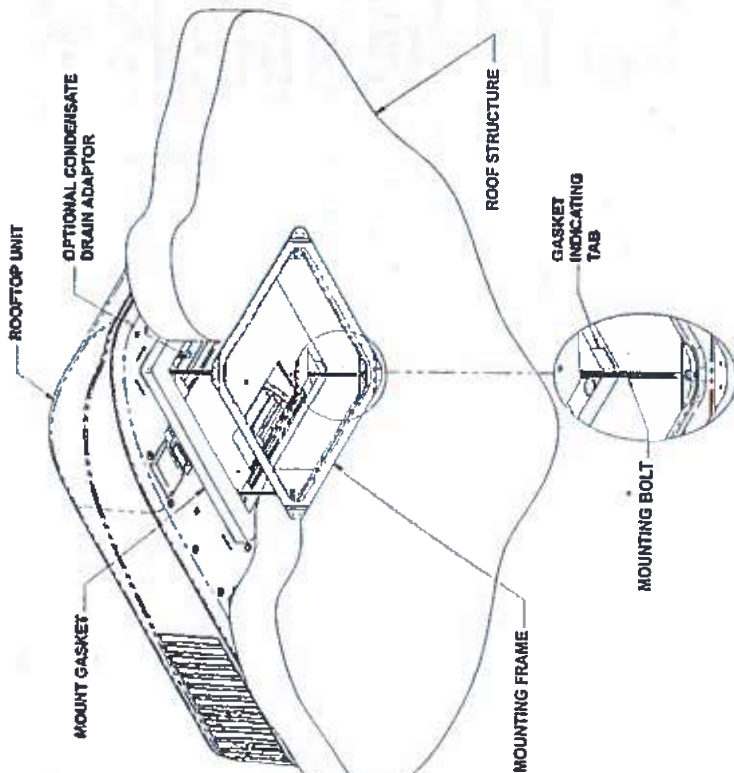

FIGURE 4
E. Fixation du pompe à chaudière au toit - L'ensemble de plafond comprend un cadre de montage. Forcez la pompe à chaudière au toit à l'aide des écrous ci-dessous. Reportez-vous à la Figure 4.
3. La tension appropriée de chaque boulon est atteinte quand toute partie de chaque languette indicatrice du joint vient en contact avec le toit. Voir Figures 4. L'unité supérieure est maintenant correctement installée avec la compression optimale du joint.
installer un boyau à diamètre intérieur de 13 mm (1/2 po) de l'ouverture carrée de 35,56 cm (14 po), à travers le plafond du véhicule et descendre le long de la cloison latérale afin de permettre à l'eau d'être évacuée sous le véhicule. Validez à ce que le boyau ne forme aucun pli fatal aux endroits où il tourne. Raccordez le haut du boyau d'évacuation au raccord à entailles illustré dans la Figure 4.